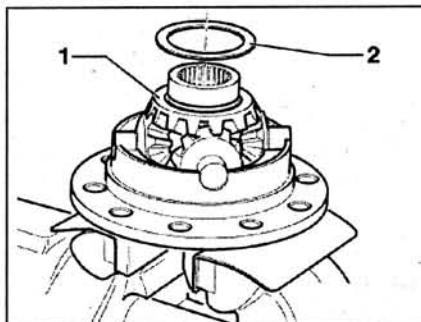

Рис. 4.105. Снимите шестерню 1 привода полуоси с прокладкой 2.
4. Снимите шестерню 1 привода полуоси с прокладкой 2 (рис. 4.105).